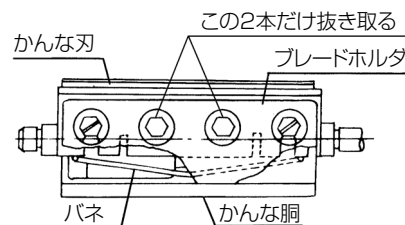
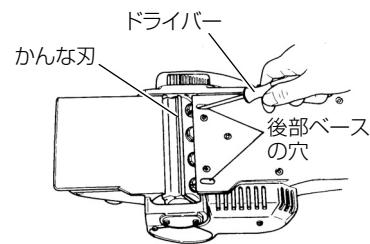

図 31
図 33
(3) 後部ベースの穴から、別売部品のドライバーをさし込み、外側のボルトをゆるめると、かな刃はバネ (図 31) に押されて数ミリ飛び出します。(図 33)
(4) かな刃の両端を持って、取りはずします。